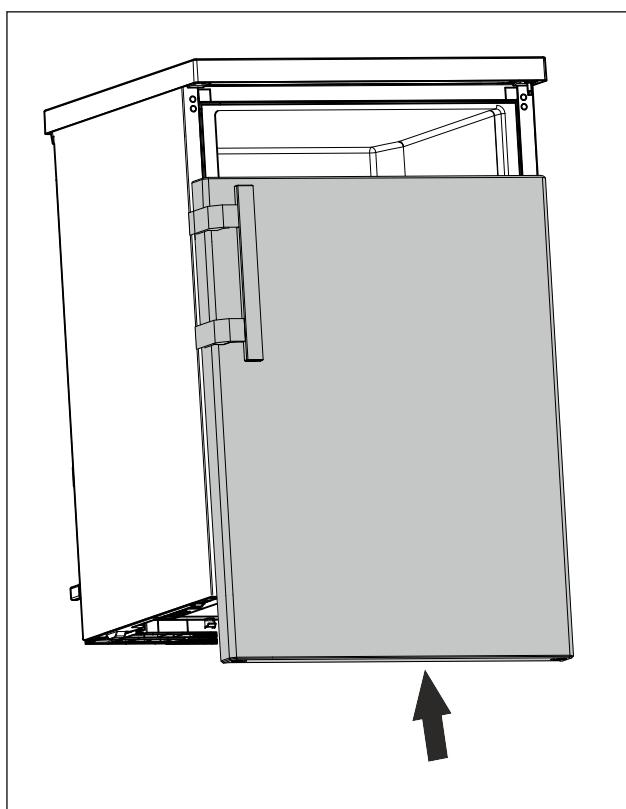

Fig. 20
- Надвиньте дверь в закрытом состоянии на верхний болт. (см. *Fig. 20*)